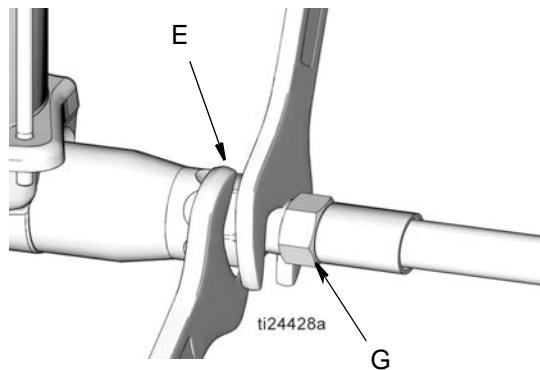

图 4
1. 关闭**排放型主气阀 (F)**（系统必需）。
2. 关闭**进油供应泵 / 系统 (DD)** 上的**截止阀 (V)**。
3. 使用两个扳手，在泵出口 (E) 和润滑管路管件 (G) 的相反方向上用力，**慢慢松开**管件，直至其松开并且没有更多润滑剂或空气从管件中泄漏出，实现**系统泄压**（图 4）。